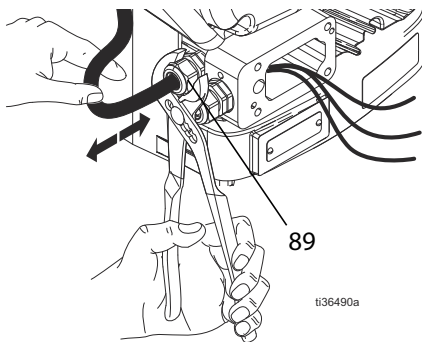

Рис. 13: Извлечение проводов вентилятора
- Проложите провода через кабельный ввод (89) вентилятора, прикрепленный к приводу (см. Рис. 13 на стр. 15).
- Затяните кабельный ввод (89) вентилятора (см. Рис. 13 на стр. 15).